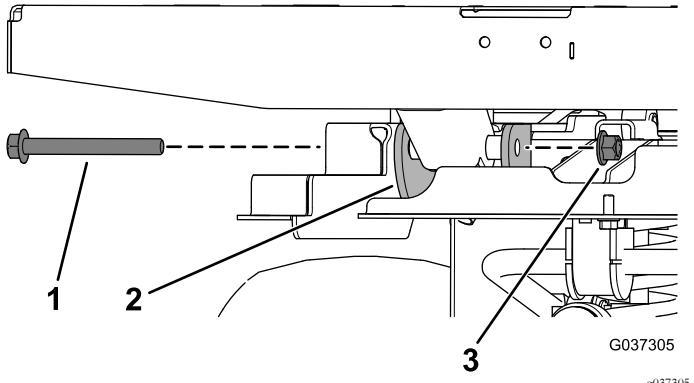

Bild 6
4. Schieben Sie die beiden Bundkopfschrauben ($\frac{1}{2}'' \times 4\frac{1}{2}''$) durch die Schwenkhalterungen und sichern Sie diese mit den beiden Sicherungsmuttern ($\frac{1}{2}''$), wie in **Bild 6** dargestellt.